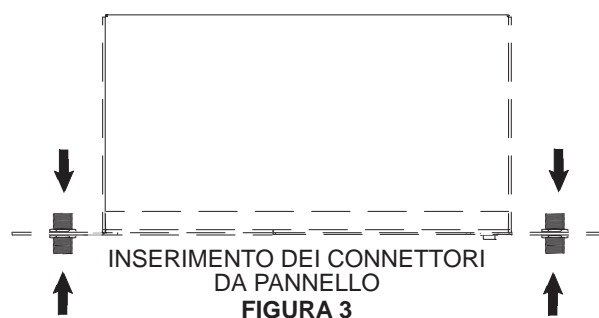

FIGURA 3
1. Inserire i connettori da pannello attraverso i fori di ciascuna staffa e assicurarli da ciascun lato utilizzando gli organi di fissaggio in dotazione. Vedi Figura 3.